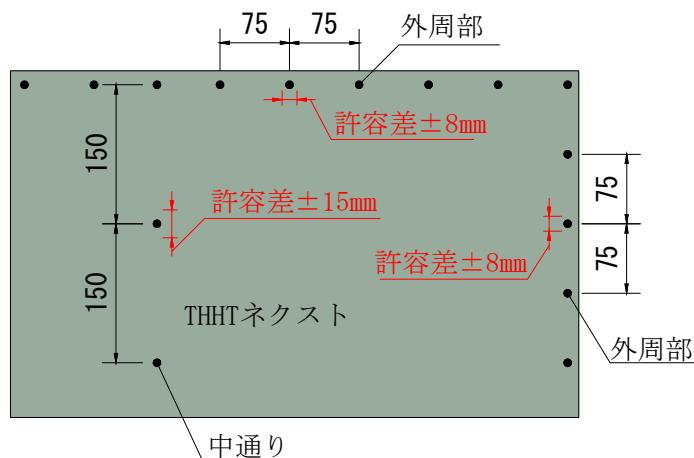

図2 マーキングからのずれの許容差について
- ・ねじ留め間隔が外周部で 75mm (マーキングからのねじのずれの許容差: $\pm 8\text{mm}$) 以下、中通りで 150mm (マーキングからのねじのずれの許容差: $\pm 15\text{mm}$) 以下としてください (図2 参照)。